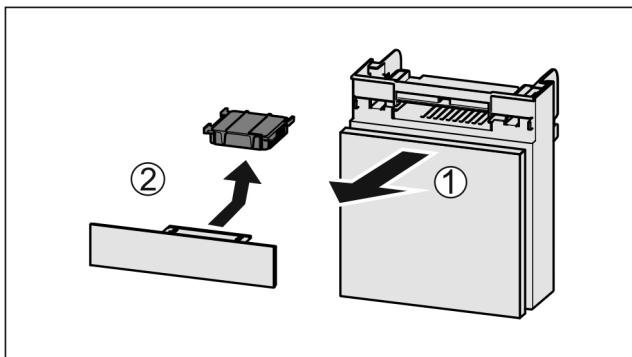

Fig. 186
- Vytiahnite zásuvku smerom dopredu Fig. 186 (1).
- Vyberte aktívny uhlíkový filter Fig. 186 (2).